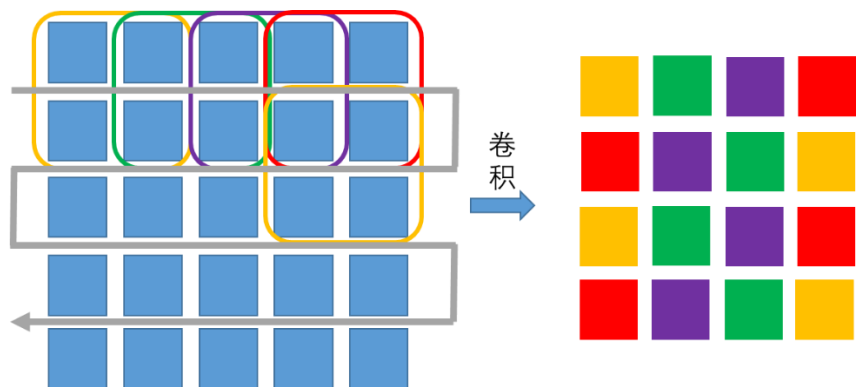

图 5 卷积过程示意图
要求针对卷积运算，设计一个卷积运算阵列，能够实现对 LeNet5 模型的第一层卷积运算。比如，LeNet5 模型的第一层输入图片大小为 28x28，所需要进行的卷积运算为 5x5，卷积核移动步长为 1。每一次卷积即为 25 个乘法结果相加，移动步长为 1 时，完成整张图片的卷积总共需要进行 24x24 (24=28-5+1) 次卷积。如下图 5 表示了整个卷积过程。
2. **PE 内置存储单元。**从图 5 中可以看出邻近的两次卷积计算，实际上输入图片的数